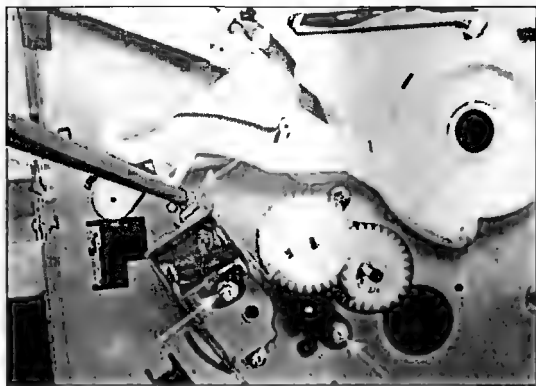

Рис. 6.22
- Откручивают два винта крепления опоры соленоида к стойке принтера, а также один винт фиксации соленоида на опоре (на рис. 6.22 показаны стрелками).